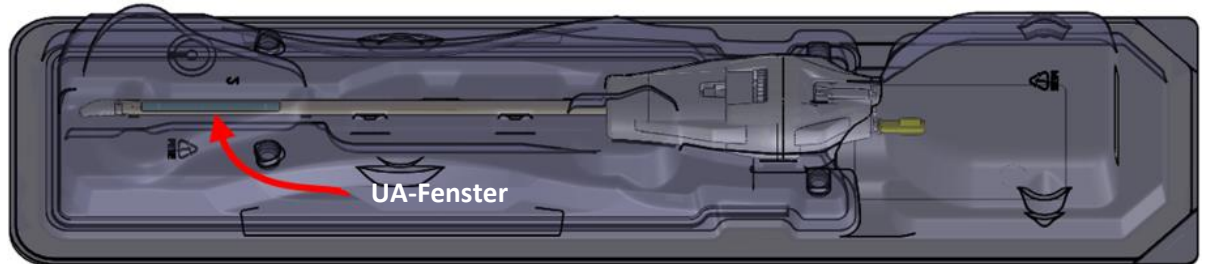

Abbildung 18: UA-Fenster
- g. Inspizieren Sie das UA-Fenster durch die Verpackung hindurch genau auf Luftblasen (*Abbildung 18*). Es dürfen **keinerlei** Luftblasen **jeglicher** Größe vorhanden sein. Klopfen Sie vorsichtig auf das Verpackungsende am UA-Fenster gegen die Arbeitsfläche, wenn Luftblasen zu sehen sind, um sie zu lösen. Wiederholen Sie den Vorgang ab Schritt „a“, wenn immer noch Luftblasen zu sehen sind.